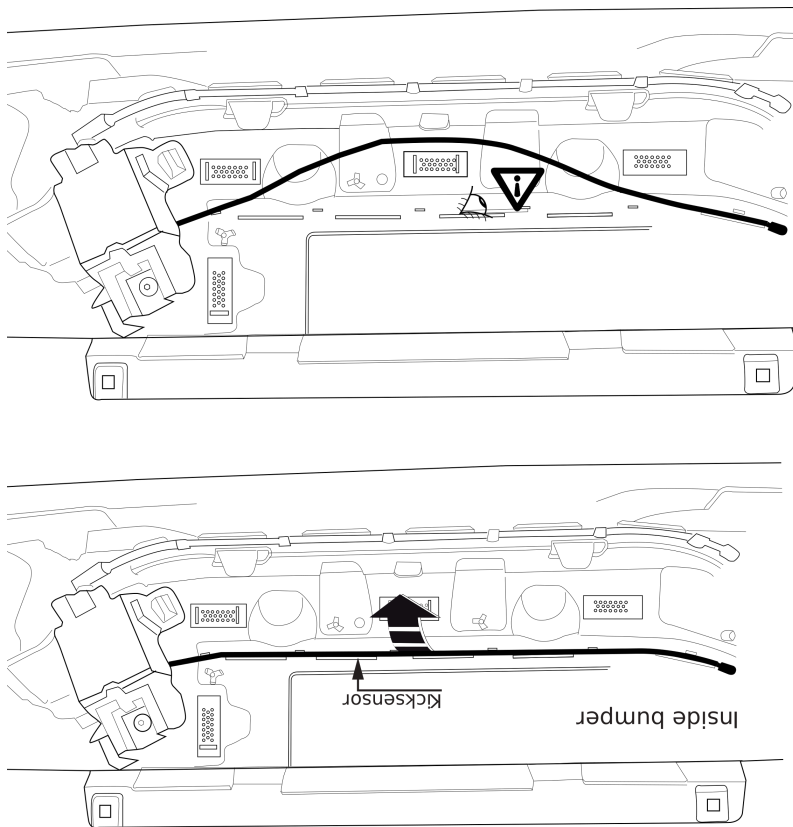

Fig. 2
2. Please note: if present relocate the kicksensor. See figure 2
1. Die Stoßstange einschließlich des Stoßbalkens vom Fahrzeug abmontieren. Der Stoßbalken wird nicht mehr benötigt. Siehe Abbildung 2.
2. Achtung, wenn vorhanden: Den Kicksensor versetzen. Siehe Abbildung 2.